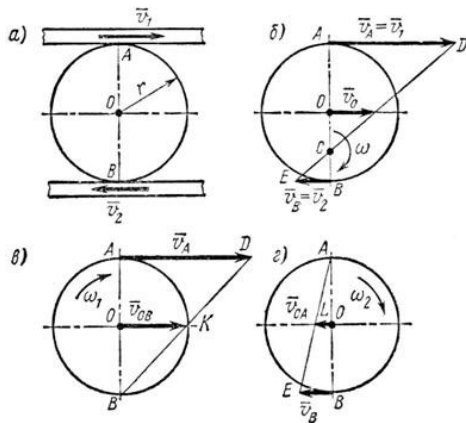

Рисунок 20
1. Две параллельные рейки (рис. 20, а) движутся в противоположные стороны с постоянными скоростями  $V_1 = 8 \text{ м/с}$  и  $V_2 = 2 \text{ м/с}$ . Между рейками зажат диск радиусом  $r = 0,5 \text{ м}$ , катящийся по рейкам без скольжения.